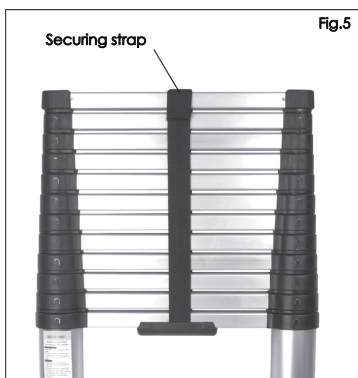

Fig.5
- 3) Une fois complètement rétractée, attachez la sangle autour des échelons (voir Fig.5). Rangez l'échelle dans un endroit frais et sec, hors de portée des enfants.
- 3) Once fully lowered, attach the strap around the rungs (see Fig.5), store in a cool, dry place out of the reach of children.
- 3) Una vez completamente retraída, sujete la correa alrededor de los peldaños (ver Fig.5). Almacene la escalera en un lugar fresco y seco, fuera del alcance de los niños.